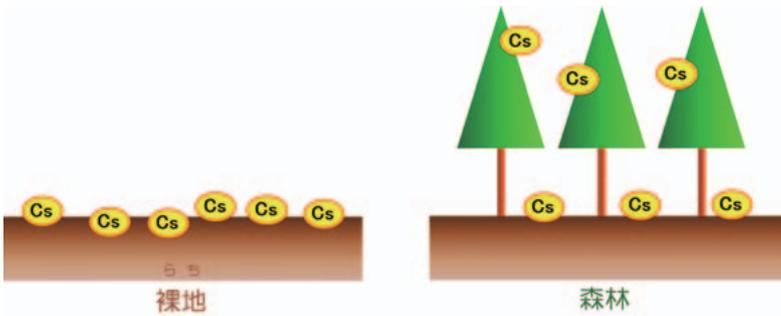
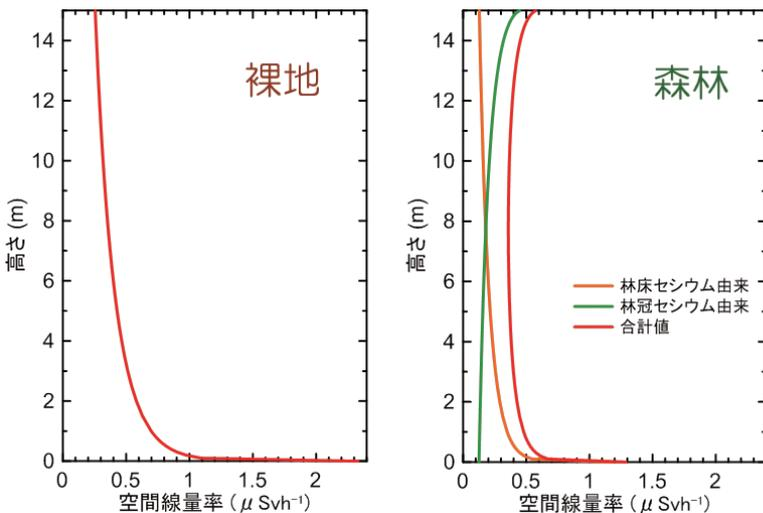

図1 裸地と森林での放射性セシウム沈着の様子
図2 裸地と森林における空間線量率の高さ分布（モデル計算）
今回の事故では広い範囲が汚染されたので、あちこちから放射線が飛んできます。測定される空間線量率はそれら全体の影響をうけています。簡単な例として、広い平坦な地表面に何も生えていない裸地の場合と樹木が生えている森林の場合を比べてみましょう。汚染物質の飛来により、裸地では放射性物質が地表面に沈着（付着する）③とします。一方、森林では、林冠（樹木の葉が並ぶ部分）と林床（落ち葉などの地面）の2か所に分かれて沈着します（図1）。放射性セシウム137が1mあたり30万ベクレル（ベクレルは放射性物質量の単位）飛来したものとし、裸地では地表面に全てが沈着し、森林では林冠と林床面にそれぞれ半分ずつ沈着したとします。このときの裸地と森林における空間線量率を高さごとに計算してみます（図2）。裸地の場合、